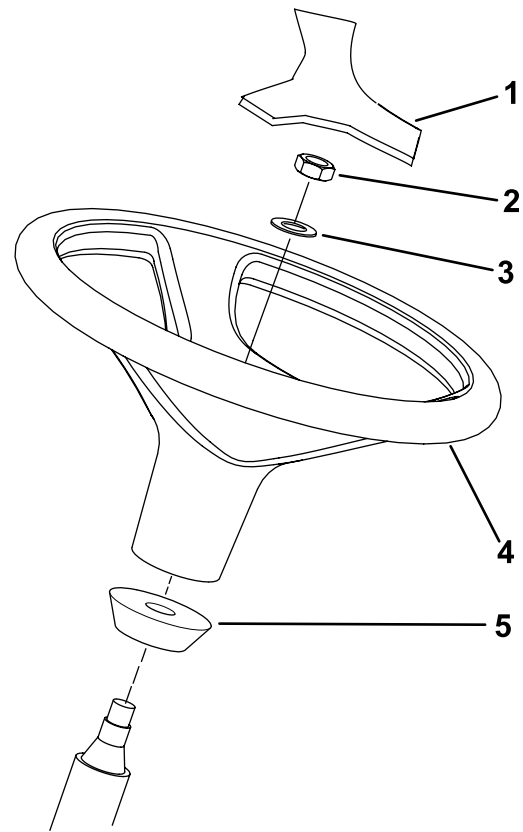

Figura 12
1. Rimuovete il volante dal supporto per il trasporto (Figura 12).
**Nota:** Accertatevi che il collare in schiuma rimanga sul piantone (Figura 12).
3. Fate scorrere il volante e la rondella sul piantone (Figura 12).
5. Montate il coperchietto sul volante (Figura 12).